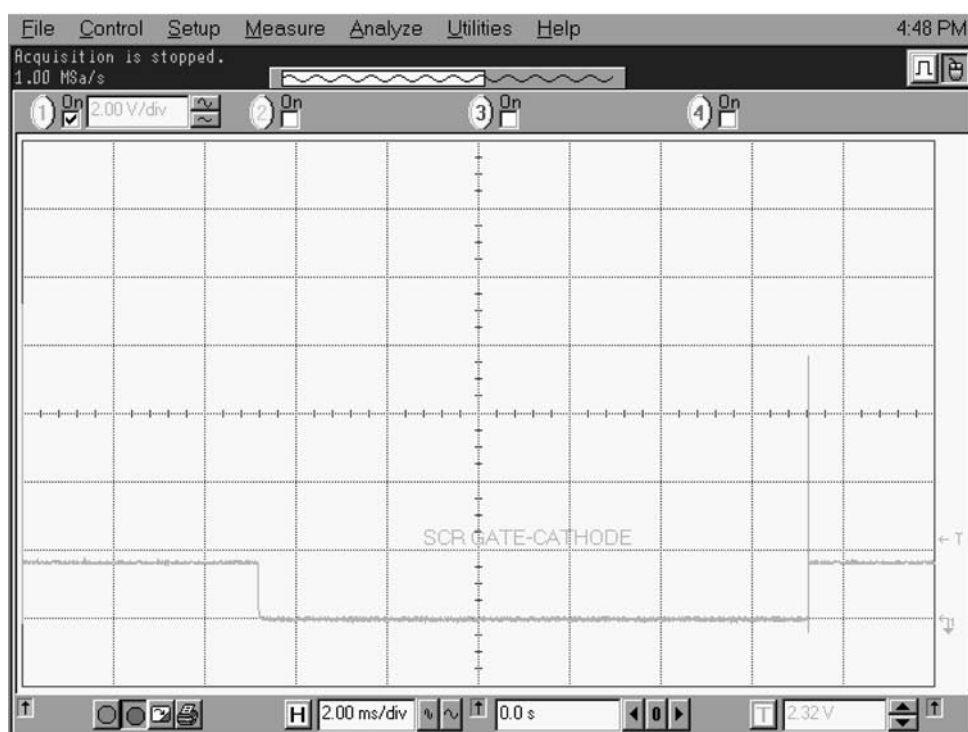

图 5.40 - SCR 选通脉冲
19. 检验 TP1 和 TP2 之间的信号是否如图 5.40 和 5.41 所示。